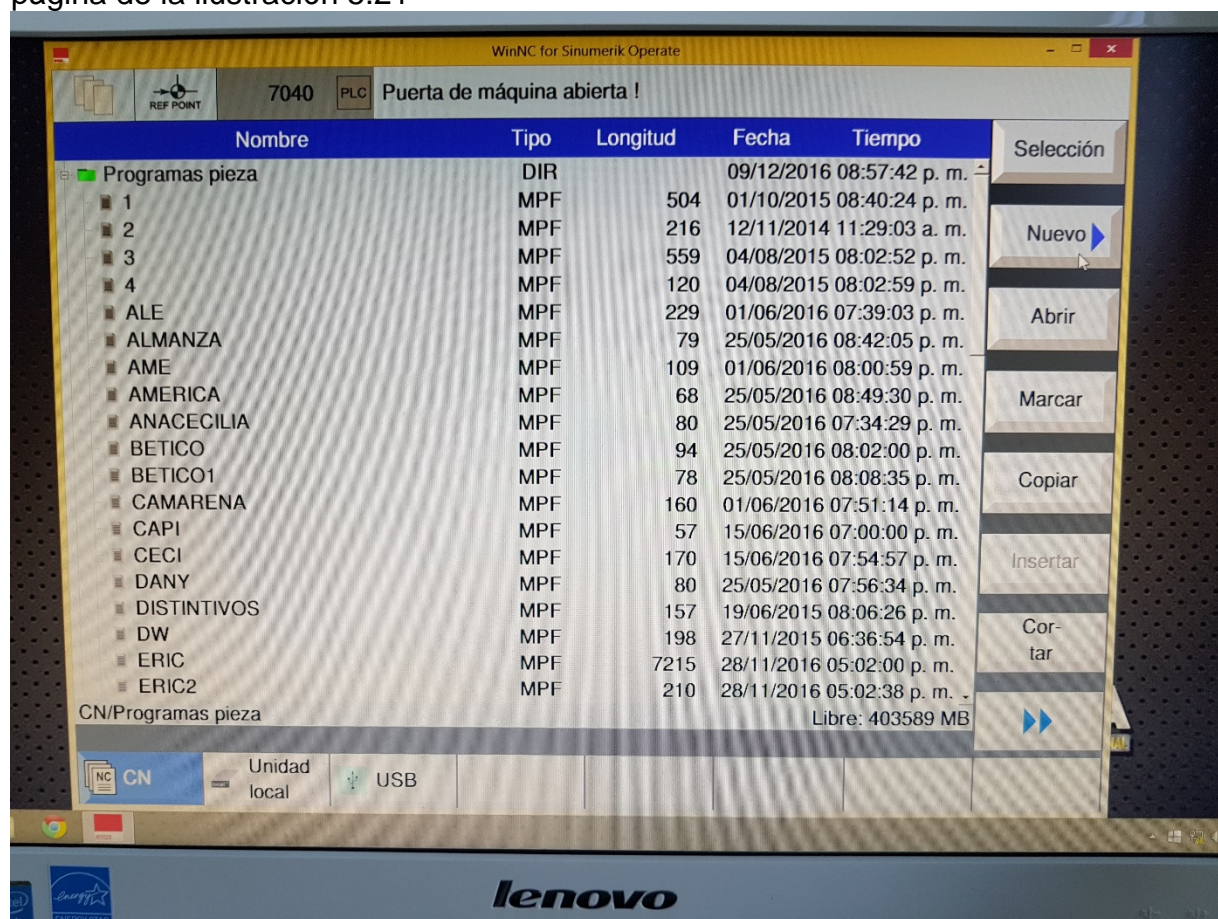

Ilustración 5.21
- a. Para esto presionar el botón programas  , aparecerá la pantalla de programas (ilustración 5.21).
2. Se presiona el botón Programa Manager  donde nos aparecerá la página de la ilustración 5.21